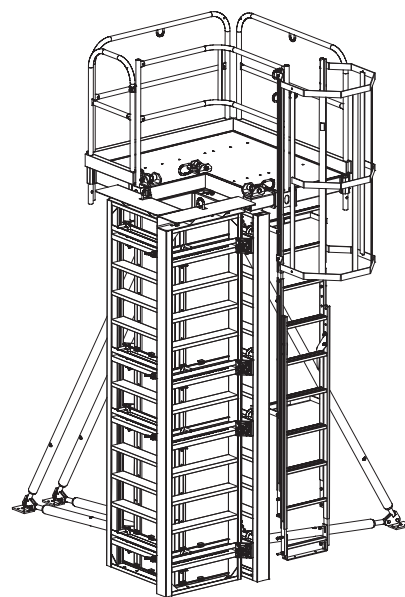

Fig. A2.07
4. Sganciare l'imbracatura. (Fig. A2.07)